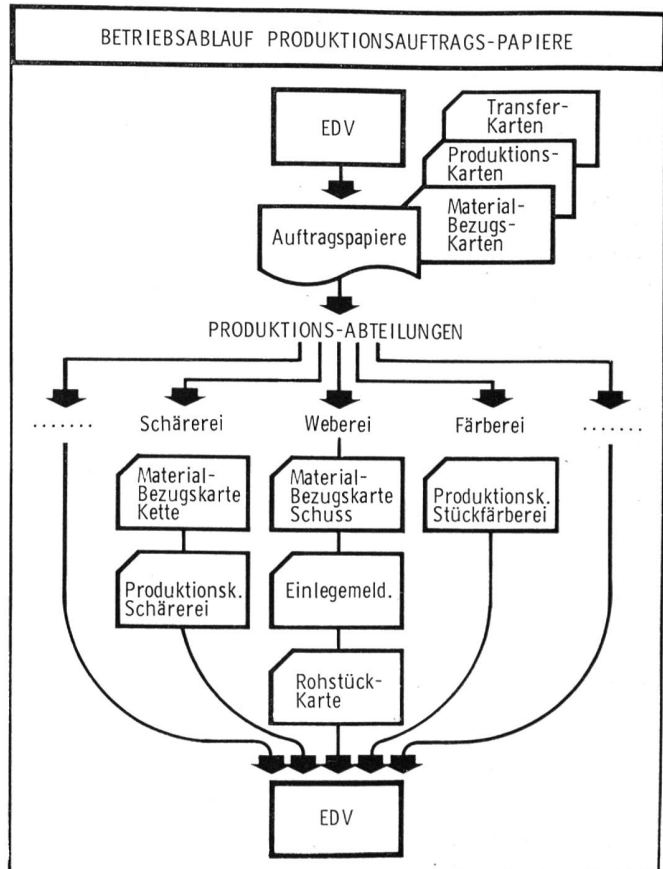

Abbildung 6
**Der Betriebsablauf (Abbildung 6)**